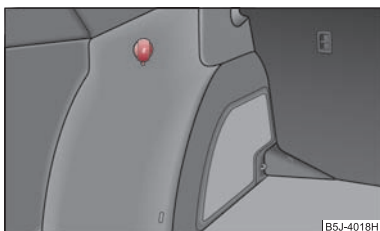

Abb. 77 Gepäckraum: Steckdose
- Öffnen Sie die Steckdosenabdeckung ⇒ Abb. 77.